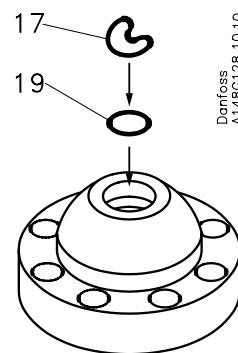

Fig. 6
- Remove the cap (13) and the lock ring (34). Unscrew the spindle (11) clockwise till it is disengaged from the thread.
- Remove the bolts (28), the top cover (4), the pilot block (60), the spring (10), the cylinder pipe (5) and the pilot connections (68).
C. Loosen the lock screw (26), remove the nut (14), the piston (3), and the valve spindle (6). - NB: Handle the valve spindle very carefully, as any damage (e.g. scratches and marks) to the spindle may cause valve leakage.
D. Remove the sealing rings (17) and (18). At renovation of the valve Danvalve recommends replacement of all sealing elements. The spare parts set for the GPS valves includes all sealing elements.
E. Mount the O-ring (19) and then the sealing ring (17) as shown in fig 6. Important: Fold the sealing ring as shown. Be certain that there are no sharp folds and do not use tools to mount the sealing ring.
A. Fjern hætten (13) og låseringen (34). Spindlen (11) skrues med uret indtil den ikke har indgreb i gevindet længere.
B. Fjern boltene (28), topdækslet (4), pilotblokken (60), fjederen (10), cylinderørret (5) og pilotforbindelserne (68).
C. Løsn låseskruen (26), fjern møtrikken (14), stemplet (3) og stempelstangen (6). NB: Behandl stempelstangen meget varsomt, da ridser og mærker kan forårsage lækkager i ventilen.
D. Fjern tætningsringene (17) og (18). Ved renovering af ventilen anbefaler Danvalve, at samtlige tætningselementer udskiftes. GPS reservedelssættet indeholder samtlige tætningselementer.
E. Montér O-ringene (19) og tætningsringen (17), som vist på fig. 6. Vigtigt: Fold tætningsringen som vist. Der må ikke være "skarpe knæk" på ringen, og der må ikke anvendes værkøj til montagen.